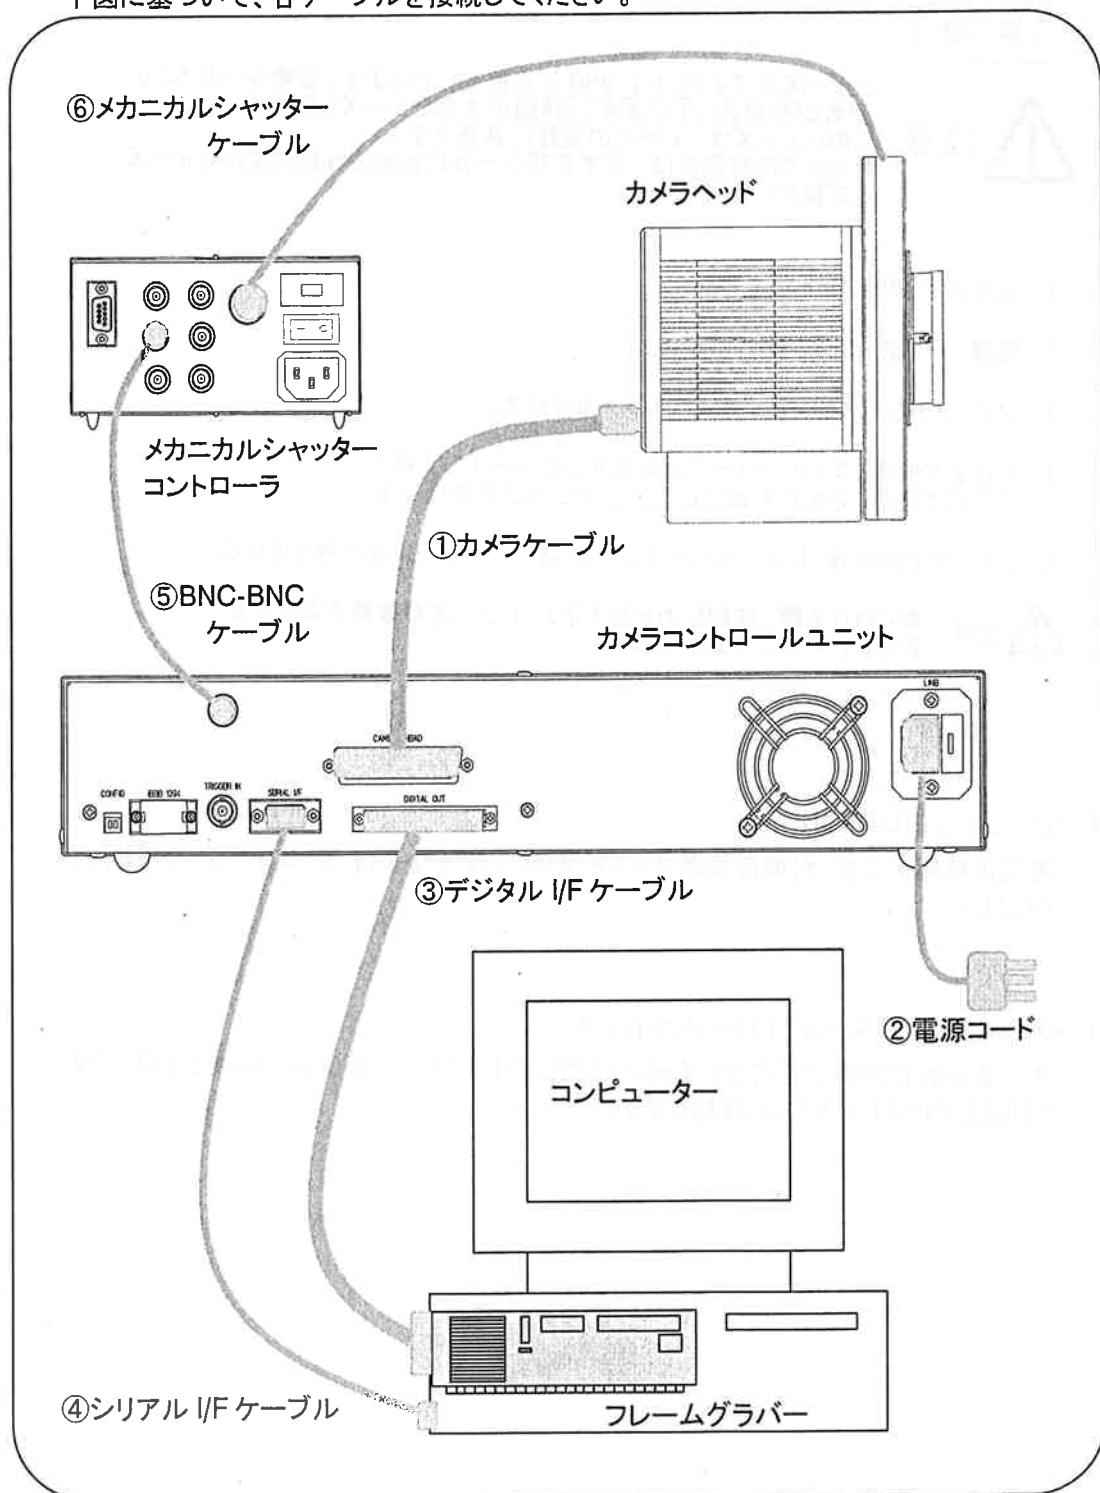

図 7-1
(1) 図 7-1 に示されているようにケーブルを接続してください。
(2) 本装置の電源を ON にします。
(3) 空冷ファンが正常に回転をし、空気が循環していることを確認します。